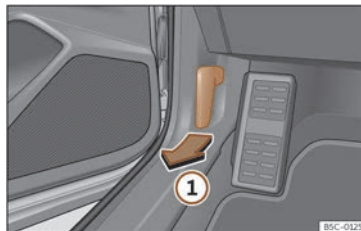

Fig. 213 Panca de desbloqueo no espazo repousapés do condutor.
- Abra a porta e puxe da panca que hai debaixo do taboleiro de instrumentos >>> **fig. 213** .